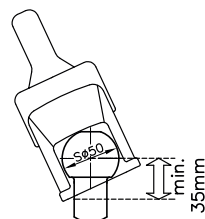
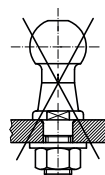
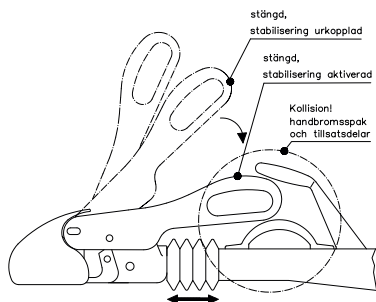

Bild 1 : Kulhals dragfordon
Bild 2 : Skruvad kulbott
Bild 5 : Aktivering stabiliseringsfunktion
1.3 Kulkopplingen WS 3000/3500 kan endast användas tillsammans med dragkuler som uppfyller kraven i DIN 74058/ISO 1103, om kulhalsen inom ett område på **minst 35 mm är fri från påbyggnadsdelar** (bild 1), istället för 32 mm som anges i DIN 74058 / ISO 1103. Användning av WS 3000/3500 i kombination med skruvmonterad dragkula utan någon vridsäkring är inte tillåten (bild 2). Med inkopplad stabilisator vid kördrift måste manöverspaken vara frilagd från fordons- eller tillsatsdelar, d.v.s. när förbindelsestagen skjuts in samtidigt som en vridrörelse sker med WS 3000/35000, får kollision inte uppstå mellan handbromsspaken och andra tillsatsdelar. (bild 5) Beakta även anvisningarna i bruksanvisningen resp. bromstillverkarens handbok.
För detta måste manöverspaken tryckas nedåt från det låsta läget till anslaget (bild 5). Därvid spänns fjäderpaketet som trycker friktionsbeläggens mot dragkulan. Därefter ligger manöverspaken nästan parallellt med dragstängens.